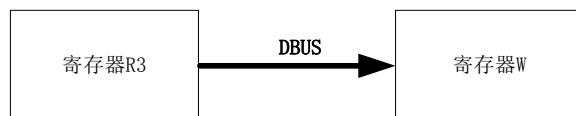

图 7-2: path rx, w 微指令的数据通路
2. 分析此时 DM1000 的状态：在寄存器模块 REG 中，通用寄存器的选择是由指令机器码的低两位决定的，要选择寄存器 R3，指令机器码的 IR1 和 IR0 的值都为 1；要读出通用寄存器的值，读信号 REG\_READ 需要为低电平，这样寄存器 R3 的值就可以放在数据总线上；ALU 单元的输入信号 W\_REG\_EN 为低电平，即工作寄存器 W 写使能，下个时钟上升沿到来时，数据总线上的值就会写入 W 寄存器。数据通路如图 7-2 所示。控制器模块 CU 中的 ROM 输出的控制信号如表 7-2 所示。